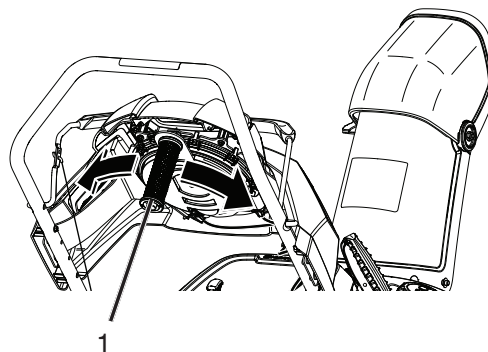

Figure 18
1. Pour régler la goulotte de décharge, tourner le guidon de goulotte de gauche à droite à la position désirée (Figure 18).